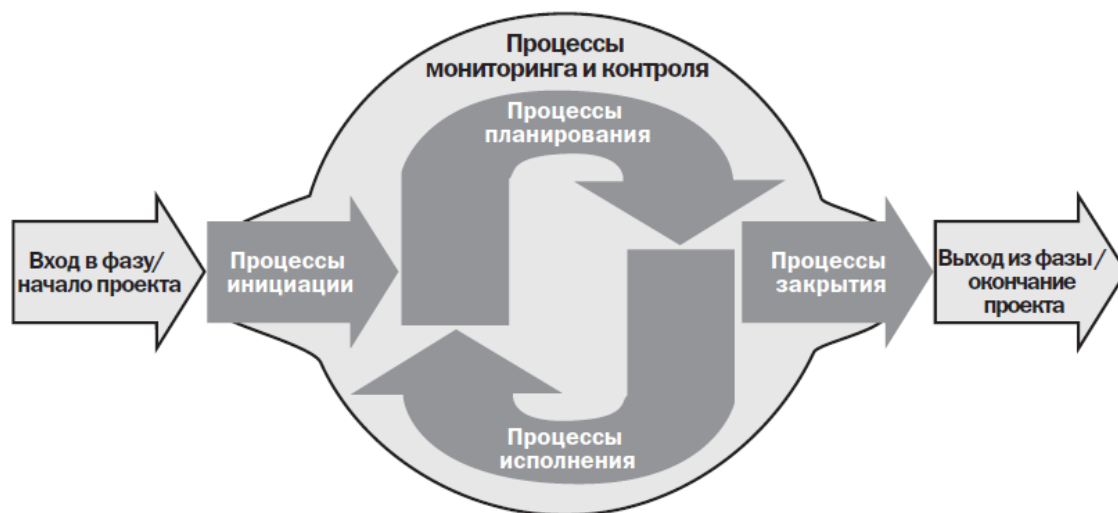

Рис. 6. Взаимосвязь процессов управления
Разбивая жизненный цикл проекта на фазы с промежуточными результатами (рис. 6), мы, тем самым, делаем его более управляемым, снижая степень неопределенности от фазы к фазе. Более того, некоторая фаза может вылиться в отдельный подпроект. Например, на фазе определения концепции проекта могут потребоваться глубокие маркетинговые исследования рынка, что можно выделить в отдельный проект маркетингового анализа со своими собственными фазами.
Для того, чтобы провести проект по фазам к результату, необходимо выполнить некоторые серии действий. Причем в каждом проекте выполняются похожие процессы, не зависящие от предметной области. Такими общими для всех проектов процессами со схожим содержанием являются инициация, планирование, исполнение, управление и завершение проекта. Их взаимосвязь показана на рис. 6 – стрелками указаны направления потоков информации.
Интегративный характер управления проектом требует, чтобы группа процессов мониторинга и контроля взаимодействовала с другими группами процессов, как показано на рис. 6. Процессы мониторинга и контроля осуществляются в то же самое время, что и процессы, входящие в другие группы процессов. Таким образом, на рис. 6 процесс мониторинга и контроля изображен как «фоновая» группа процессов для других четырех групп.
Процессы планирования (2) направлены на разработку планов по составляющим проекта (расписание, стоимость, бюджет, качество, персонал, риски, взаимодействие, контракты и пр.) и их интеграцию в целостный, согласованный документ - План проекта. Как показано на рис.6, планирование — это процесс, постоянно повторяющийся на протяжении всего жизненного цикла проекта.